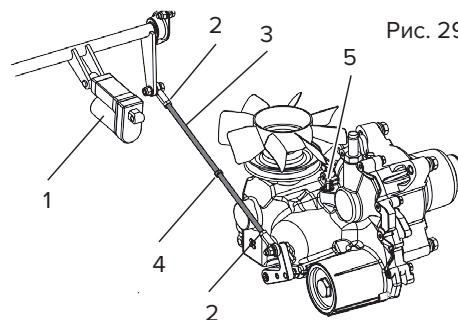

Рис. 29
9. Закрутите контргайки на обоих концах одного резьбового стержня, затем поворачивайте стержень по часовой стрелке, пока он не укоротится примерно на 12,5 мм, см. рис. 29. Вращайте рукой ступицу ведущего колеса в обоих направлениях – вы не должны ощущать никакого сопротивления. Верните на место и затяните две контргайки.